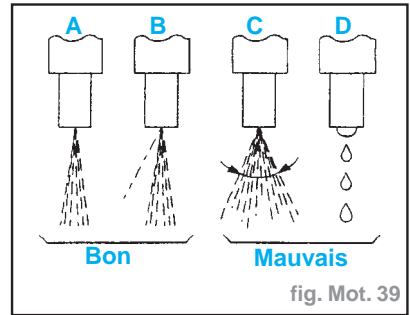

fig. Mot. 39
- Si l'angle de jet principal est inférieur à **30 degrés** (comme indiqué), l'injecteur est en bon état (fig. Mot. 39).